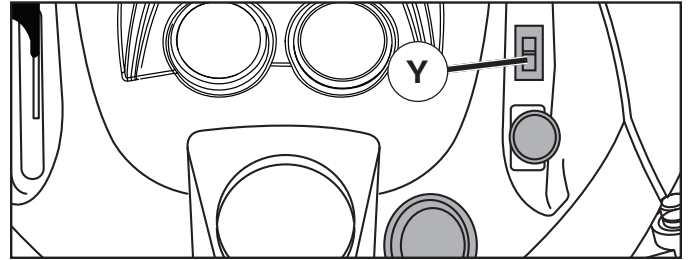

Fig. 9
## POUR UTILISER LA COMMANDE DE BLOCAGE DE DIFFÉRENTIEL (Y) (Voir Fig. 9)